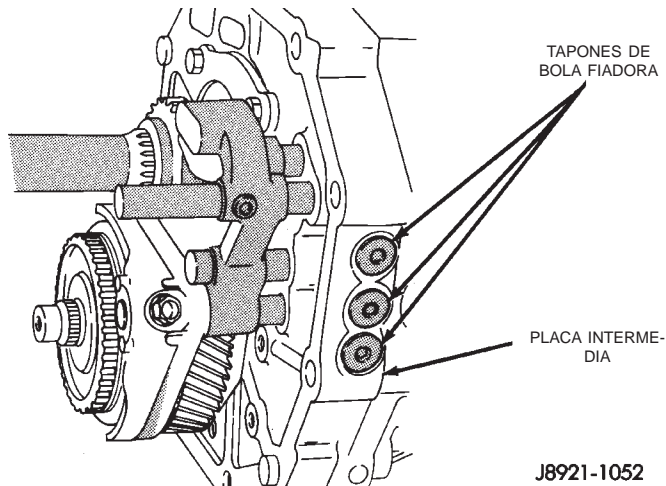

Fig. 65 Localización de tapones de bola fiadora
(17) Retire los tapones roscados de la bola fiadora de la placa intermedia (Fig. 65).